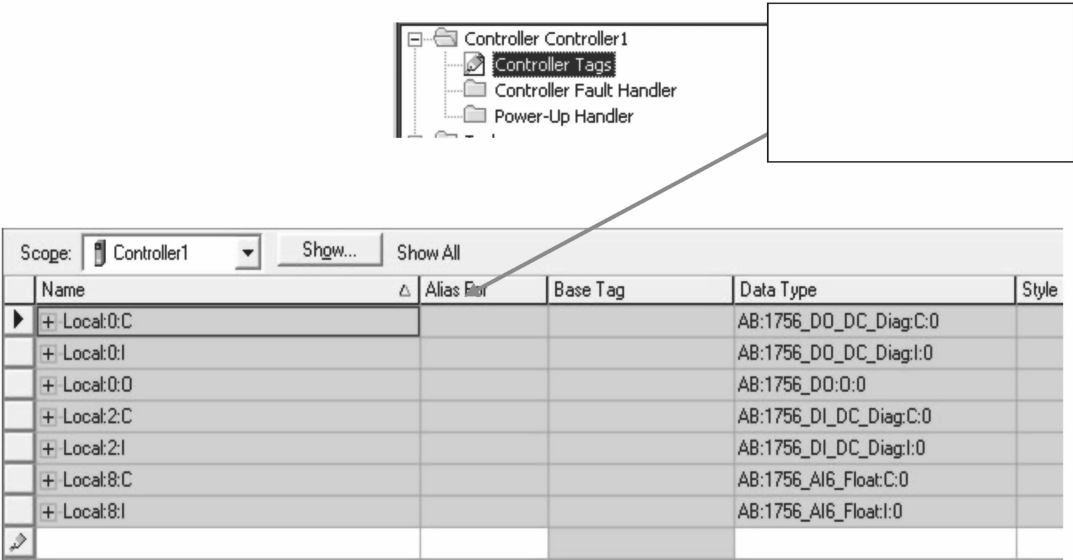

图 6-7 标签编辑器窗口
2. 将出现标签编辑器窗口，如图 6-7 所示。向右拖动以增加标签名称字段的宽度。这样便可查看整个标签名称。